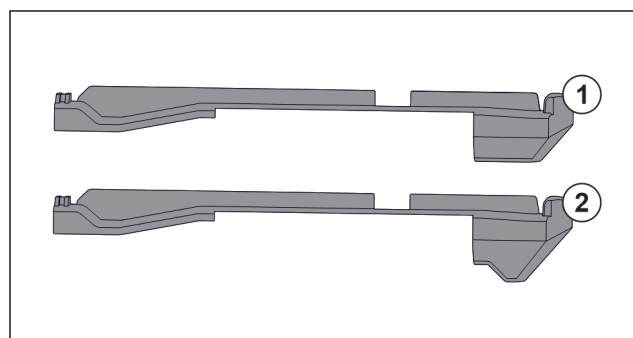

Fig. 56 Porovnání nasazovacích dílů
V přístroji se nacházejí dva různé nasazovací díly. Nasazovací díl nad nejspodnější zásuvkou Fig. 56 (2) má hranu trojúhelníkového tvaru. Všechny ostatní nasazovací díly Fig. 56 (1) mají rovnou hranu.
- Nasazovací díl Fig. 56 (2) s hranou trojúhelníkového tvaru připevněte nad nejspodnější zásuvkou.
- Nasazovací díl Fig. 56 (1) s rovnou hranou připevněte na všech ostatních místech.